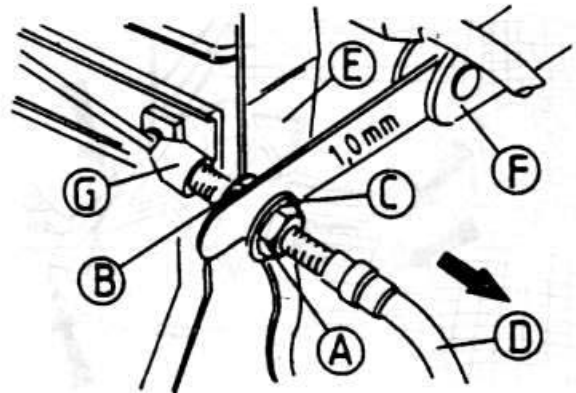

Рис. 3.44
- ♦ Проверьте свободу перемещения троса в его оболочке (рис. 3.44).
- ♦ Ослабьте контргайку (В, рис. 3.44) на кронштейне и несколько раз поверните.
- Примечание:* регулировочную гайку отвинчивать нельзя (А, рис. 3.44).
- ♦ Снимите наружную оболочку троса (D, рис. 3.44) снизу.
- ♦ Снимите противопыльный чехол (G, рис. 3.44).
- ♦ Если это невозможно, и стержень нельзя вставить в отверстия вилок, надо отрегулировать опору оболочки на кронштейне методом, который был описан ранее (см. рис. 3.44).